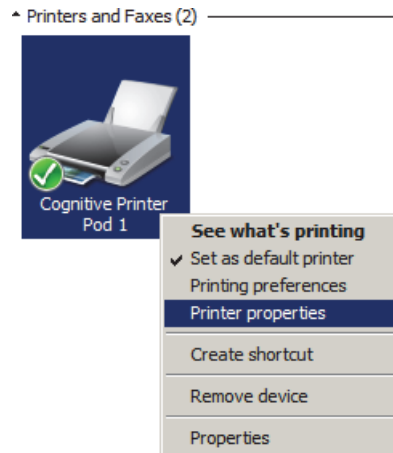

Abbildung 158: Wählen Sie die Option „Printer Properties“
4. Klicken Sie mit der rechten Maustaste auf das Symbol des entsprechenden Cognitive-Druckers und wählen Sie aus dem Kontextmenü **Printer Properties**, wie in Abbildung 158 gezeigt.